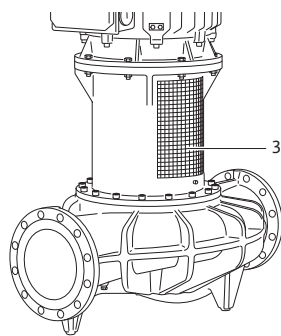

Рис. 38: смонтированная предохранительная пластина муфты
- Эксплуатировать насос только со смонтированными предохранительными пластинами муфты (рис. 38, поз. 3).